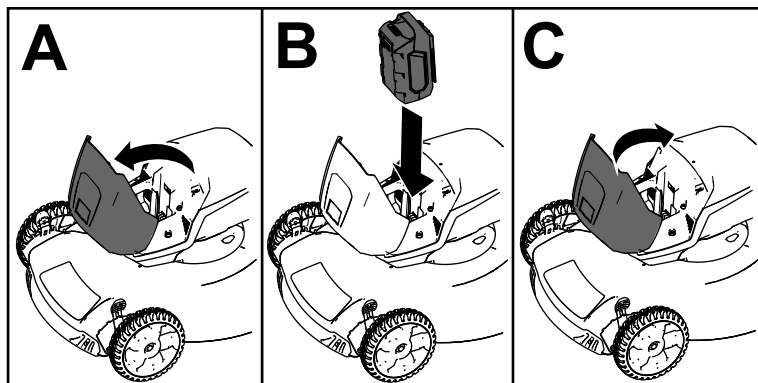

Figura 8
2. Sollevate il coperchio del vano batteria (A della Figura 8).
3. Allineate la cavità nel pacco batteria con la linguetta sulla macchina e fate scorrere il pacco batteria nel vano fino a quando non si blocca in posizione (B della Figura 8).
4. Chiudete il coperchio del vano batteria (C della Figura 8).